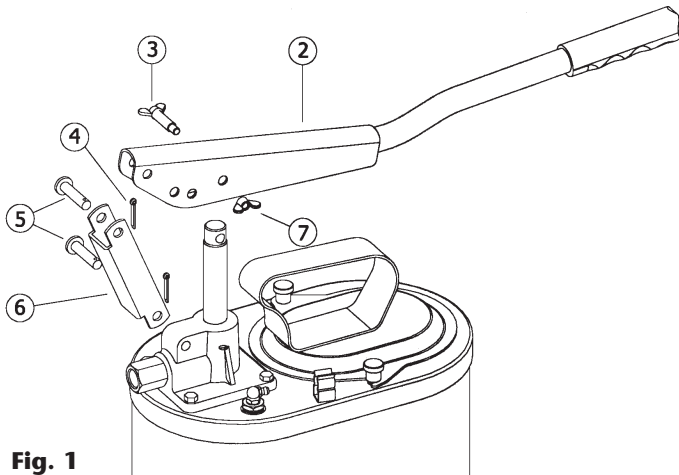

Fig. 1
1. Assembler le levier (2) et la bielle (6) tout comme il est indiqué sur la figure 1.
2. Monter la bielle (6) au corps de la pompe à l'aide de l'axe (5) et fixer le tout avec le verrou en " R " (4).
3. Fixer le levier (2) au piston à l'aide de l'axe (3) placé dans la position appropriée. Serrer le tout à l'aide de l'écrou à ailettes (7).
4. Assembler la bielle (6) au levier à l'aide de l'autre axe (5) et du verrou en " R " (4).